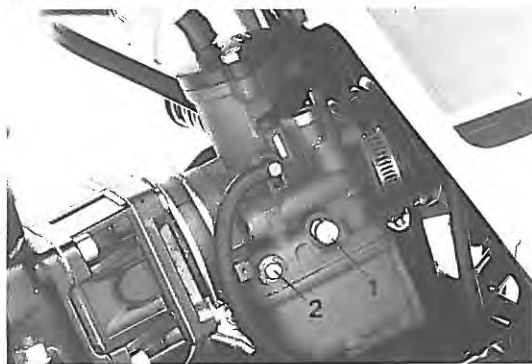

Fig. 17
- Regolare la vite del minimo (**pos. 1 - Fig. 17**) in modo da ottenere una rotazione costante del motore.
- Avvitare o svitare la vite aria (**pos. 2 - Fig. 17**) fino ad ottenere il maggior numero di giri/m dal motore.